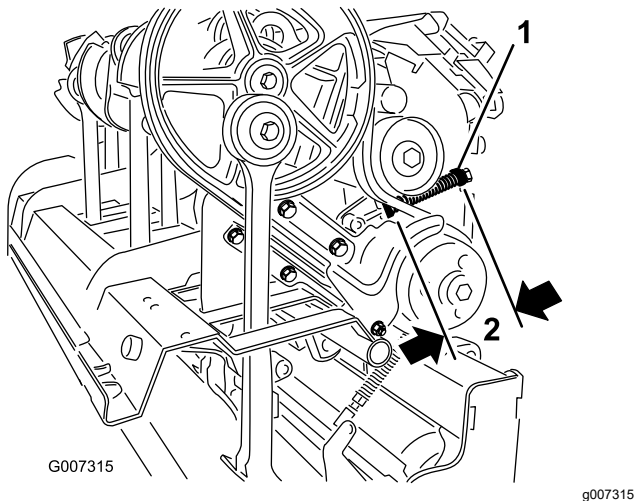

Bild 35
- C. Lösen Sie die Sicherungsmutter, mit der der Federhalter befestigt ist (Bild 35).
- D. Stellen Sie den Federhalter so ein, dass Sie die gewünschte Länge der zusammengedrückten Feder erhalten (Bild 35).